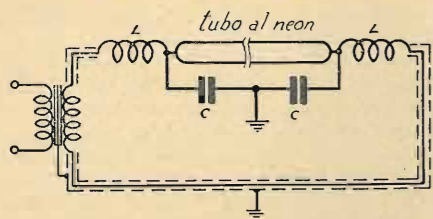

Fig. 5. - Dispositivo antiperturbatore per insegne luminose.
c) INSEGNE LUMINOSE. — Un altro apparato che va moltiplicandosi nelle città e che è fonte di disturbi notevoli è rappresentato dalla insegne luminose colorate al neon o all'elio — per quanto gli installatori neghino questo fatto. — Anche con una installazione eseguita a regola d'arte, i disturbi vengono prodotti con notevole intensità. Il dispositivo antiperturbatore è indicato in fig. 5. In esso si vede che, dopo avere impedito che le oscillazioni di corrente vadano lontano dal tubo contenente il gas, i collegamenti sono completamente schermati e lo schermo viene messo a terra allo scopo di eliminare ogni possibilità di radiazione da parte dei conduttori.